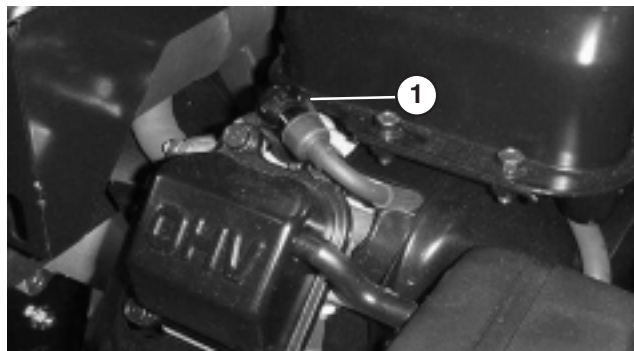

Figure 32
1. Débranchez la bougie (Fig. 32).